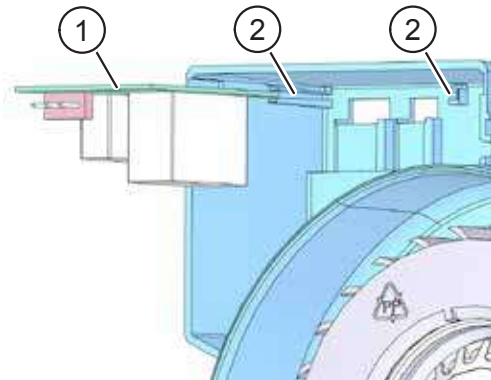

Abb. 18: Steuerplatine einsetzen
- ▶ Orientieren Sie die Steuerplatine (Pos. 1 in Abb. 18) so, dass die Anschlussklemmen in Richtung Gehäuse zeigen.
- ▶ Setzen Sie die Steuerplatine in die Führungsschienen (Pos. 2 in Abb. 18) ein und schieben Sie die Steuerplatine bis zum Anschlag ein.